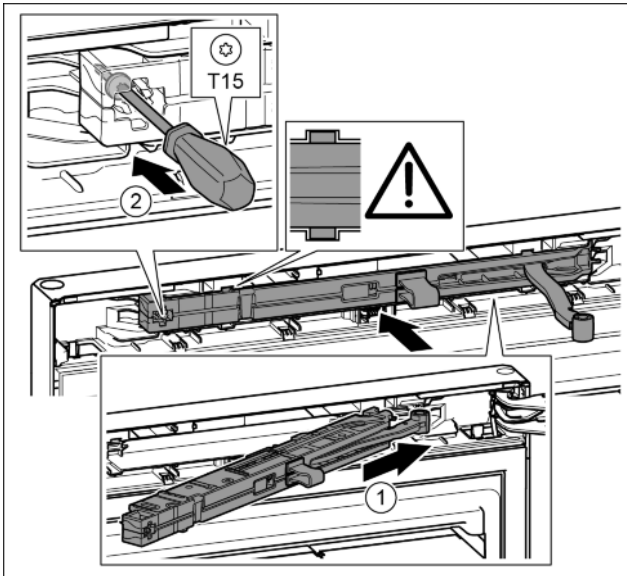

Fig. 39
- Schließdämpfereinheit auf der Lagerbockseite bis zum Anschlag schräg in die Aussparung einschieben. Fig. 39 (1)
- Schraube mit einem Schraubendreher T15 festschrauben. Fig. 39 (2)